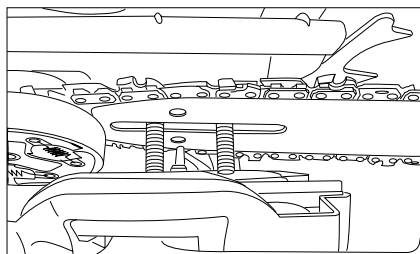

Fig. 9
9. Așezați acum la loc apărătoarea roții cu lanț cu ecranul franei de lant. Aveți grijă ca pivotul de reglare al lanțului să se prindă în gaura șinei de ghidare, si orificiile pentru bolturi sa coincidă cu bolturile. (Fig.9).